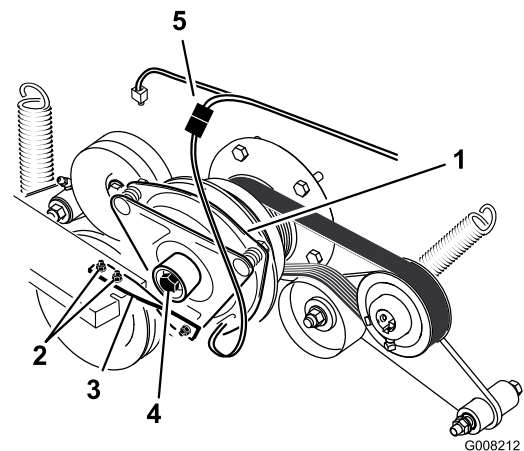

Bild 53
6. Schließen Sie den elektrischen Anschluss für die Kupplung ab (Bild 53).
7. Nehmen Sie die zwei Schrauben ab, mit denen der Gummikupplungsriemen am Mähwerkrahmen befestigt ist (Bild 53).
8. Nehmen Sie die mittlere Schraube ab, mit denen die Kupplung an der Motorwelle befestigt ist, und entfernen Sie die Kupplung und den Schlüssel (Bild 53).
15. Halten Sie die Kurbelwelle an das Heck der Maschine und setzen Sie die mittlere Schraube ein. Ziehen Sie sie mit 68 Nm an (Bild 53).
16. Befestigen Sie den Gummikupplungsriemen mit den zwei vorher entfernten Schrauben und Muttern am Mähwerkrahmen (Bild 53).
18. Stecken Sie den elektrischen Anschluss für die Kupplung ein (Bild 53).